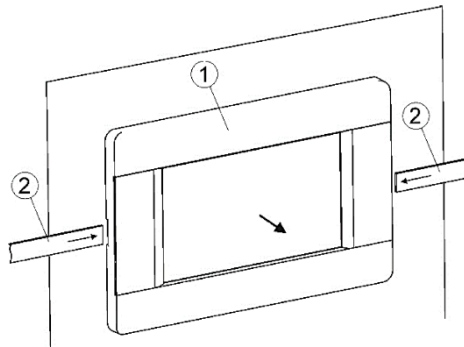

Abbildung 9: Abnehmen des Bedienfelds
Zum Auswechseln der Schalttafel (1) muss die Tafel von der Kesseltürabdeckung entfernt werden, indem geeignete flache Gegenstände (2) in die in Abbildung 9 gezeigten Schlitz eingelegt werden. Dadurch lösen sich die Blendenanschlüsse und die Blende kann entfernt werden.